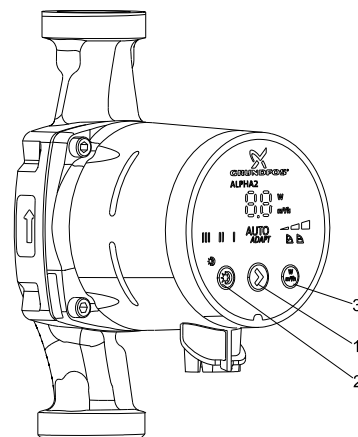

Fig. 14 Posizione dei pulsanti
La scatola di controllo ha un pannello integrato con tre pulsanti (pos. 1, 2 e 3) e un display a 7 segmenti e 2 cifre. Vedi fig. 14.